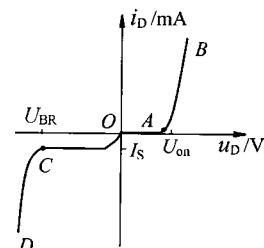

图1-7 PN结伏安特性
(1) 正向特性又可分为两段：
①死区段。对应于图1-7中OA段，此时PN结虽然加正向电压，但外加电压小于PN结内电场电压，因此PN结仍处于截止状态。死区电压又称为门坎电压或开启电压，用 U_{th} 表示，硅材料 $U_{th} \approx 0.5V$ ，锗材料 $U_{th} \approx 0.2V$ 。
②导通段。对应于图1-7中AB段，此时外加电压大于PN结内电场电压，PN结处于导通状态。导通电压用 U_{on} 表示，实际上是PN结导通时的正向压降，硅材料 $U_{on} = 0.6 \sim 0.7V$ ，锗材料 $U_{on} = 0.2 \sim 0.3V$ 。
(2) 反向特性也可分为两段：
①饱和段。对应于图1-7中OC段，此时PN结处于反偏截止状态，仅有少量反向电流，用 I_S 表示。因反向电流主要取决于温度而与外加电压基本无关，因此OC段与横轴基本平行，呈饱和特性，即反向电流基本上不随外加反向电压增大而增大。
②击穿段。对应于图1-7中CD段，此时由于外加反向电压超出PN结能承受的最高电压 U_{BR} ，反向电流急剧增大。